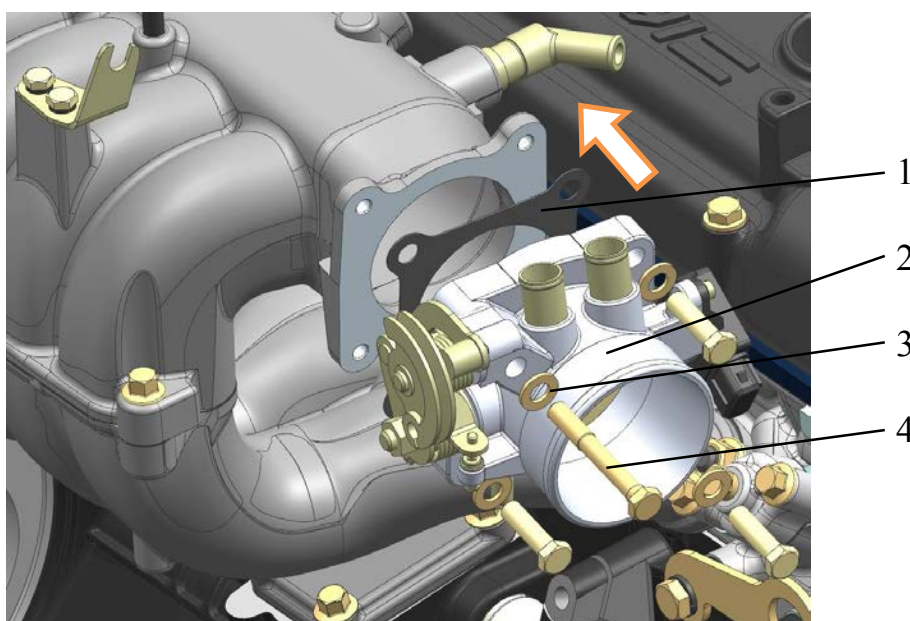

Рис.197. Установка дросселя:
2. Установить дроссель 2 (рис.197) с прокладкой 1 и завернуть болты 4 крепления с плоскими шайбами 3 моментом 11,8...17,6 Н·м (1,2...1,8 кгс·м).